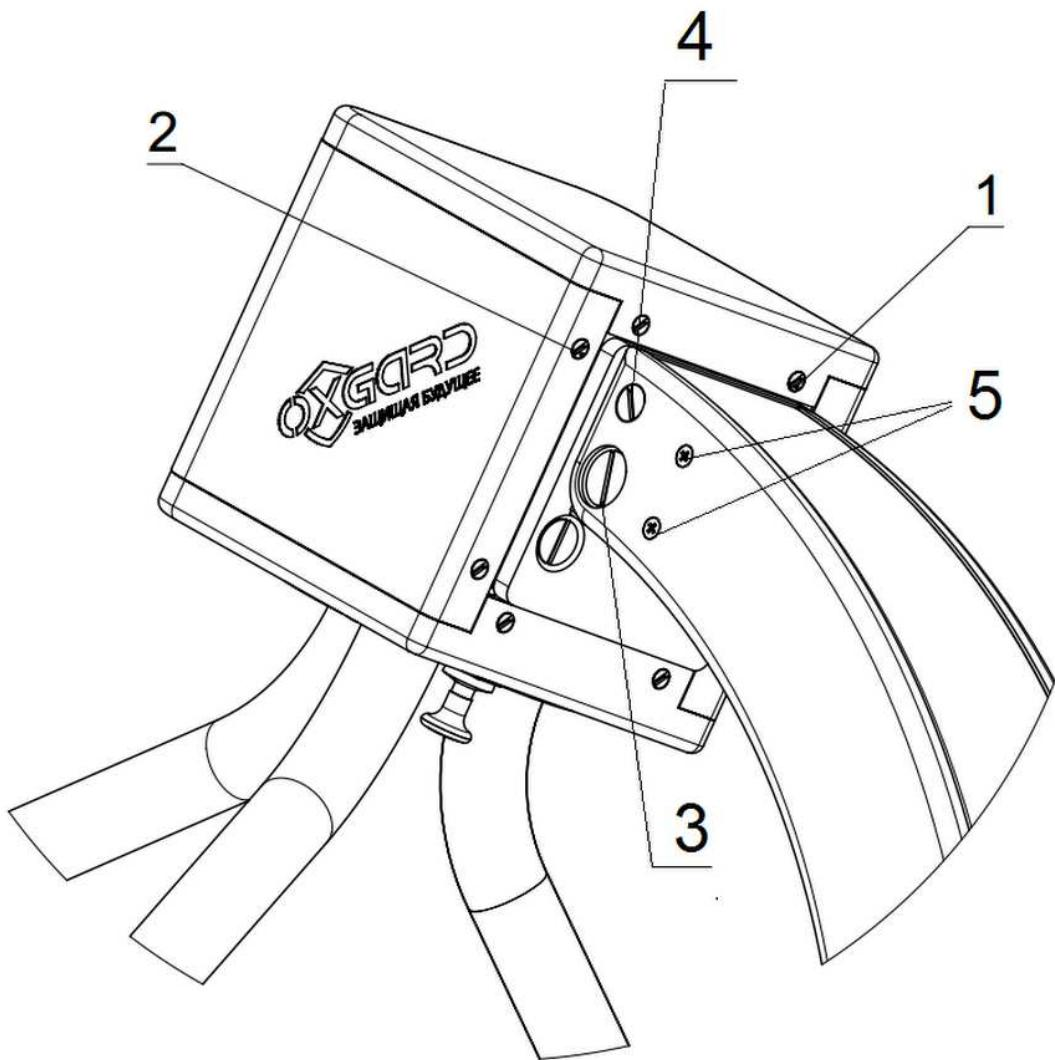

Рис. 10.
- выкрутите фиксирующий винт 4 (рис. 10) и поднимите голову турникета вверх до упора.
- закрутите фиксирующий винт 4 (рис. 10) для фиксации головы турникета
- закрутите винт 3 (рис. 10) для надежного крепления головы турникета.
Данный режим используется для транспортировки. Для того чтобы в него войти, надо сложить планки, как описано в режиме «антипаника». Поднять все сложенные планки в горизонтальное положение, затем открутить полностью винт 4 (рис. 10) расположенный на стойке турникета, отпустить винт 3 (рис. 10) и